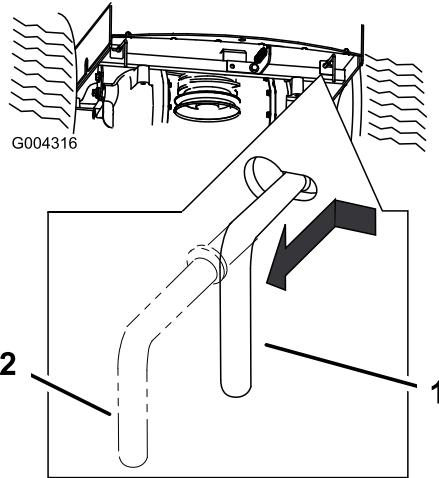

Figura 22
3. Spostate verso l'interno le due leve di bypass e premetele finché la rondella sull'asta non passa attraverso l'intaglio (Figura 22).
4. Premete le leve verso l'esterno per bloccarle Figura 22.
Spostate ogni leva di bypass verso l'interno, poi tiratela indietro fino in fondo all'intaglio (Figura 22). Premete le leve verso l'esterno per bloccarle.